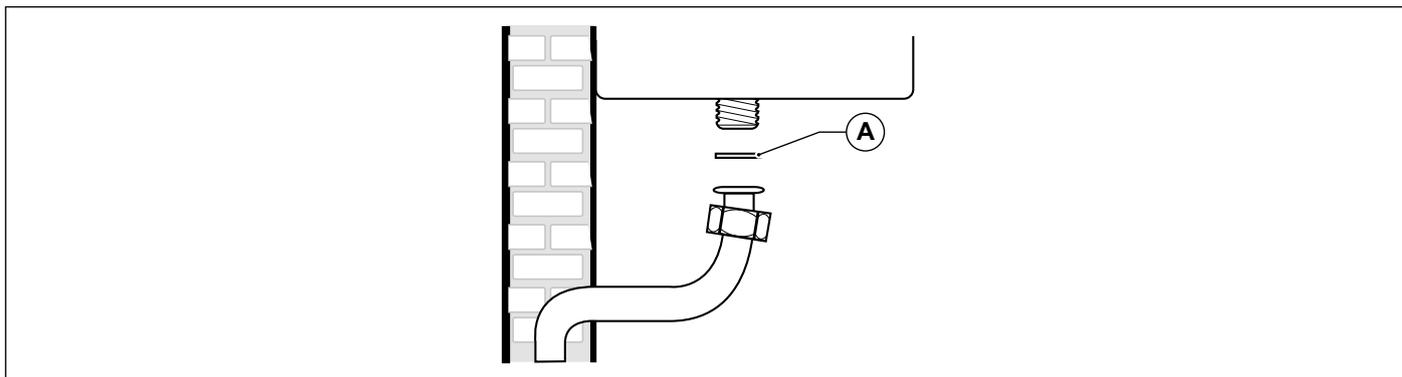
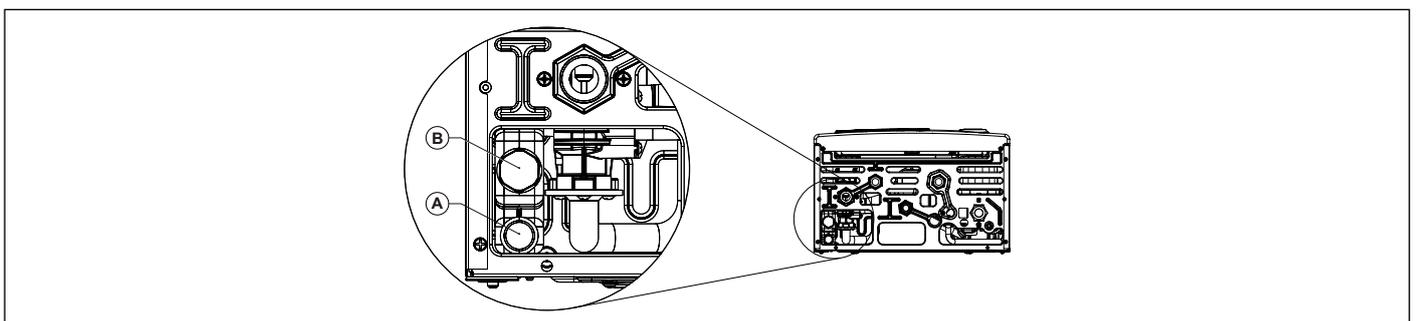

Abb. 15 Gasversorgung
Abb. 16 Abgas-Kondensatableitung
Die Öffnung **A** ist zur Verbrennungsluftmessung bestimmt, die Öffnung **B** für die Abgasmessung (siehe Abb. 16 Messöffnungen Abgasstutzen). Vor Beginn der Messungen die Verschlussstöpsel **A** und **B** von den Messöffnungen entfernen und die Messsonde des Abgasanalysegeräts positionieren (siehe Abb. 15 Abgasstutzen).
Das Kondenswasserablasssystem muss an den entsprechenden Anschluss (A) angeschlossen werden, der im Kessel vorgesehen ist (siehe Abb. 16 Abgas-Kondensatableitung).